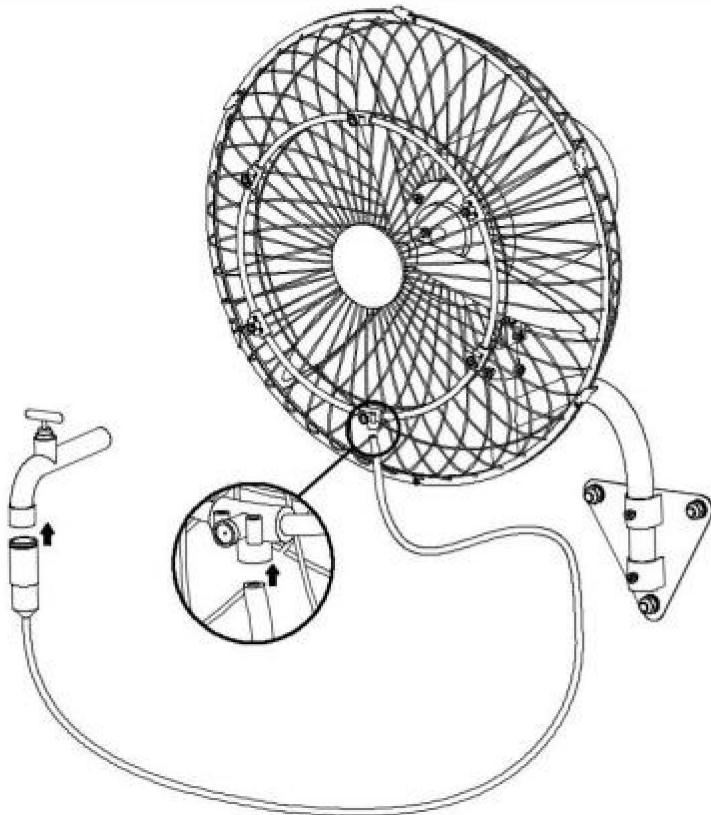

Figure 11.
- 2). Connectez le tuyau d'eau au robinet et à la buse de pulvérisation respectivement, et serrez le robinet. Voir la (Fig.11.) Terminé !